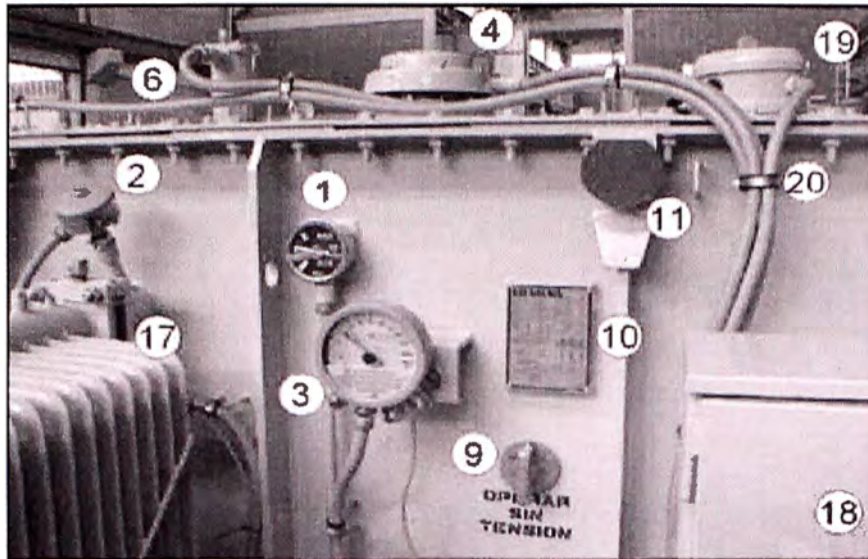

Figura 2.10
b) Termómetro de aceite: Mide la temperatura del aceite en la parte más caliente (lado superior del transformador), lleva un contacto de alarma, uno de disparo e indicación de máxima temperatura. Ver figura 2.10 indicado con 2.
c) Imagen térmica: Este termómetro mide la temperatura del devanado por medio de una sonda. Su procesador recibe las señales de calor (sonda) y de corriente en una fase (por TC interior) y con estas 2 señales maneja 4 contactos (1 para alarma, 1 para disparo y 2 para encendido y apagado de ventiladores de una refrigeración forzada). Ver figura 2.10 indicado con 3.
d) Válvula de sobre presión: Alivia las sobre presiones del transformador. Su tamaño es función de la cantidad de aceite a evacuar. Los modelos pequeños no tienen contactos mientras que el tipo mayor en hongo dispone de uno o dos contacto de disparo, a elección. Ver figura 2.10 indicado con 4.
- f) Relé de sobre presión súbita:** Opera su contacto de disparo cuando se presentan variaciones instantáneas en la presión interna del tanque (cambios bruscos que superan un valor calibrado). Ver figura 2.10 indicado con 6.
- i) **Conmutador:** Opera los pasos de tensión del lado primario. Cuando el transformador es alto, se puede operar desde el piso con un volante tipo timón. Ver figura 2.10 indicado con 9.
s) Caja de bornes para TC's: Posibilitan la conexión exterior de los TC's internos. Ver figura 2.10 indicado con 19.